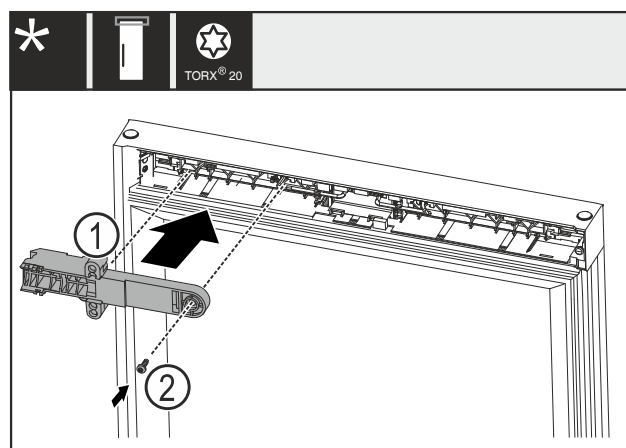

Fig. 23
- Schloss-Halteteil Fig. 23 (1) um 180° drehen und auf Gegenseite montieren.
- Schloss-Halteteil Fig. 23 (1) mit Schraube Fig. 23 (2) befestigen.